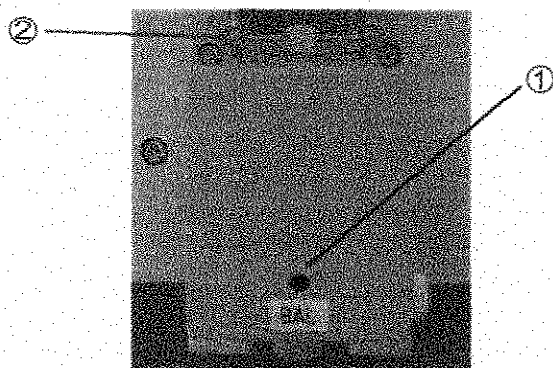
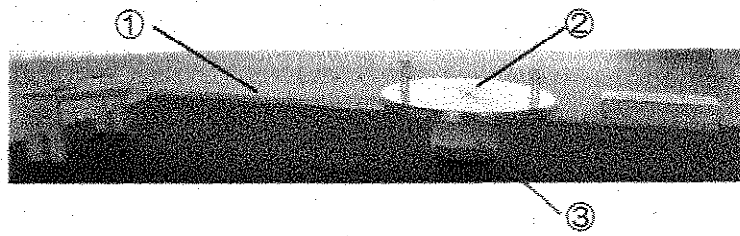

図 5 測定装置本体（力計部分）
図 6 摩擦子周辺
※アナログメーター⑫が振り切るほど大きくバランスがずれている時は、SENSをLにし、図 5の本体BAL①をマイナスドライバーで回して調整します。ただし、本体BAL①は非常に敏感ですので、ごく僅かずつ回すようにしてください。
5. 図 1 のデジタルメーター③が0.00になるように、ZERO ADJ⑤を回して調整します。図 5 のセンサー掛け軸②に図 6 の摩擦子取付け用アーム①を掛けます。
注2) この時、図 6 の摩擦子取付け用アーム①の先端を指で軽く触れ、引っ掛かりがないか確認します。
12. 全ての測定が終了しましたら、測定動作が終了していることを確認の上、図 6 の摩擦子取付け用アーム①、サンプルをはずし、図 1 のPOWER⑱を押して電源を落として下さい。